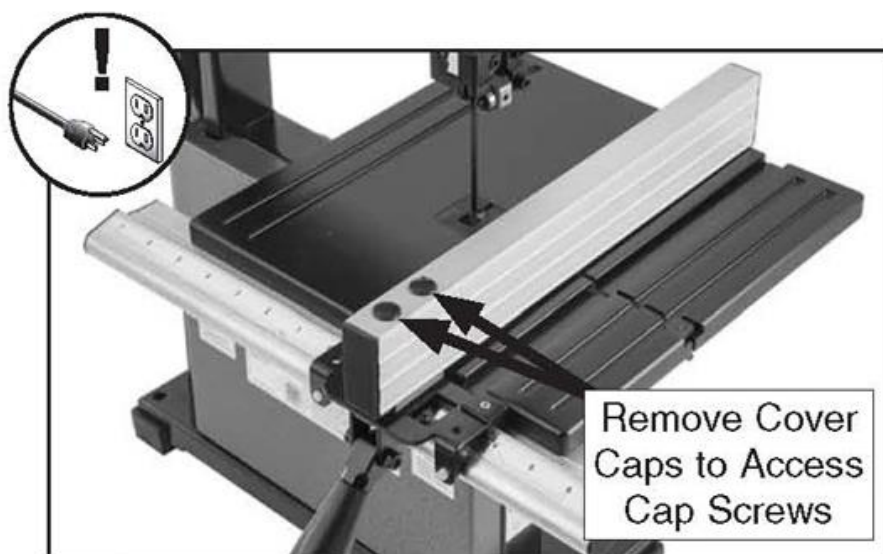

Рисунок 31. Расположение винтов с регулировки параллельного упора.
4. Снимите заглушки и ослабьте (2) винты для регулировки заглушки ограждения (см. рис. 31), отрегулируйте заглушку параллельно пазу, затем снова затяните винты для надежной установки. Установите на место защитные колпачки.